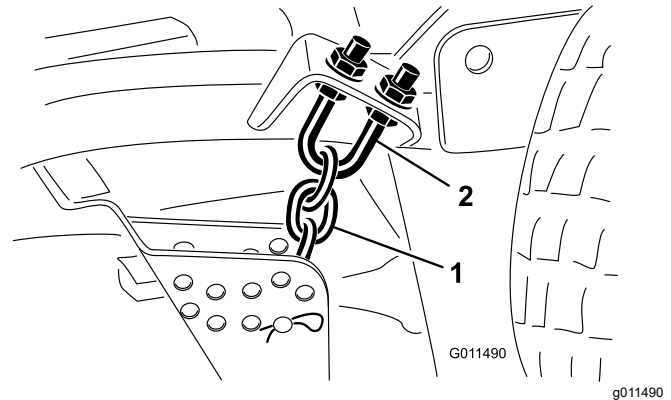

Figura 83
1. Desaperte as porcas de bloqueio na zona superior ou inferior da cavilha em U da correia da altura de corte (**Figura 83**).